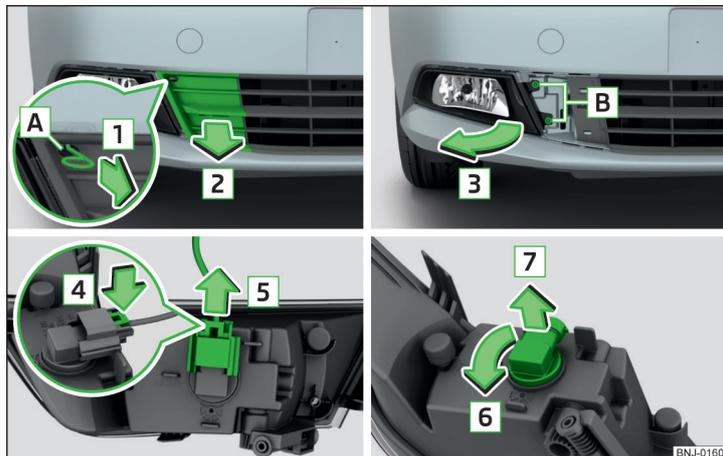

Fig. 192 Démontage du feu antibrouillard/remplacement de l'ampoule du feu antibrouillard
- Défaire la grille de protection en tirant sur les crochets dans le sens de la flèche **1** » fig. 192.
- Appuyer sur le verrouillage sur la fiche dans le sens de la flèche **4** » fig. 192.
- Pour remonter le phare antibrouillard, l'insérer dans le sens de la flèche **3** » fig. 192 et le visser à fond.